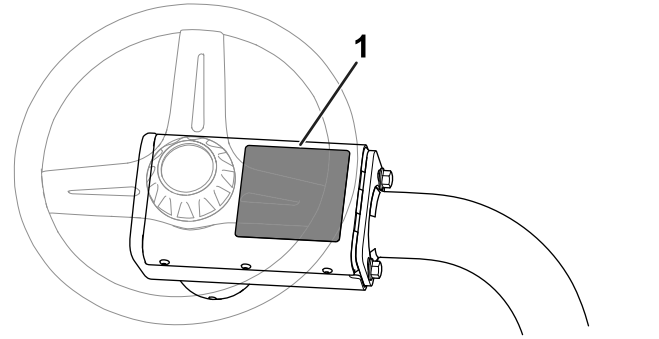

図 14
- CE 警告デカル CE 警告デカル P/N 139-8321 を、既存の警告デカル P/N 139-8320 の上から貼り付ける 図 14 を参照。